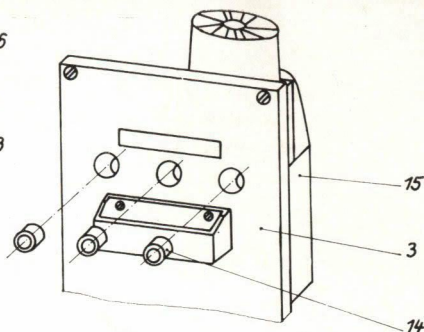

Bild 4
Nachdem Sie das Gestell montiert und die Bügelmaschine an der Tischplatte befestigt haben, stecken Sie bitte die beigelegten Distanzstücke aus Plast (14) in die drei in der Tischplatte (3) vorhandenen Bohrungen, so tief es möglich ist (Bild 4).